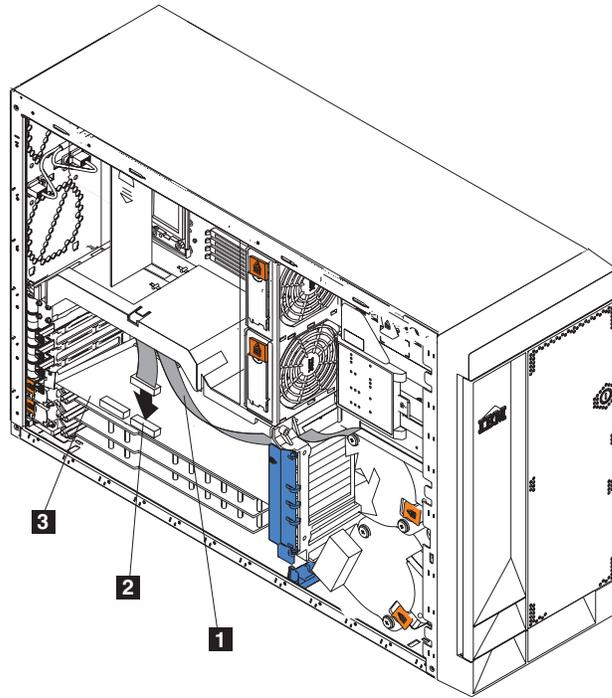
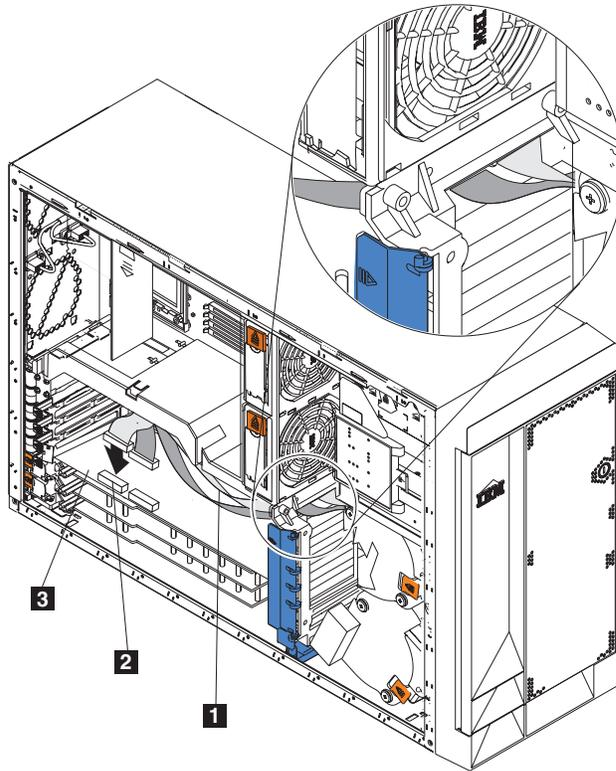

Figure 43. Installation d'un câble SCSI du fond de panier vers le contrôleur ServeRAID
Figure 44. Installation de deux câbles SCSI des fonds de panier vers le contrôleur ServeRAID
Câblage d'un contrôleur ServeRAID : Le contrôleur IBM ServeRAID de votre moteur contrôle les disques durs remplaçables à chaud internes. Un contrôleur ServeRAID peut, par exemple, vous permettre de configurer les disques durs remplaçables à chaud internes dans des matrices de disques. La figure 43 à la page 57 et la figure 44 à la page 58 représentent le câblage des disques durs remplaçables à chaud internes. Vous pouvez également câbler un contrôleur ServeRAID avec des disques durs externes. Consultez la documentation des options de votre contrôleur ServeRAID pour les instructions détaillées relatives à l'installation d'un contrôleur ServeRAID dans votre moteur et pour plus d'informations sur les contrôleurs ServeRAID.
11. Faites passer l'extrémité libre du câble SCSI du fond de panier SCSI dans l'ouverture du support de cartes, vers le contrôleur ServeRAID (voir la figure 43 à la page 57).
La figure 43 à la page 57 indique comment installer un câble SCSI pour le contrôleur ServeRAID.
La figure 44 à la page 58 indique comment installer deux câbles SCSI des fonds de panier vers le contrôleur ServeRAID (emplacement PCI 3 de la figure 44 à la page 58).